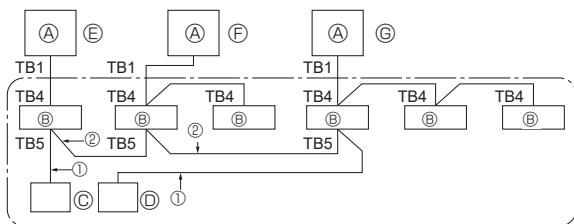

Fig. 9-1
① Elektrik verin (devre kesici).
- ② Sıvı vanası kapatıldıktan sonra, dış ünitenin kontrol panosu üzerindeki SWP düğmesini ON konumuna getirin. Kompresör (dış ünitesi) ve vantilatörler (iç ve dış üniteler) çalışmaya başlar ve soğutucu çekme işlemine başlanır. Dış ünitenin kontrol panosu üzerinde bulunan LED1 ve LED2 yanar.
9. Sistem kontrolü (Fig. 9-1)